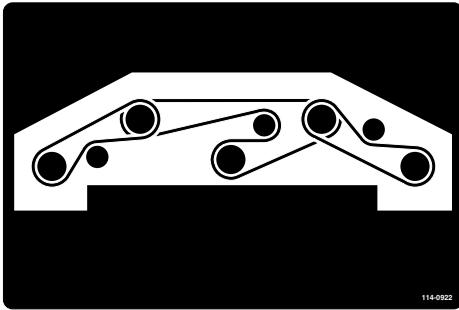

Bild 83
- Verlegen Sie den neuen Riemen um die Spindelscheiben und die Spansscheiben (Bild 83).